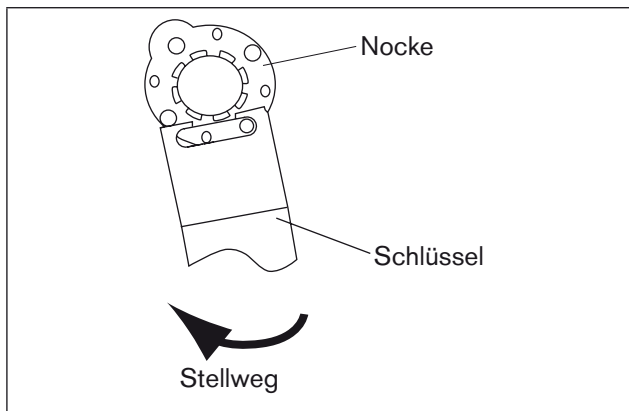
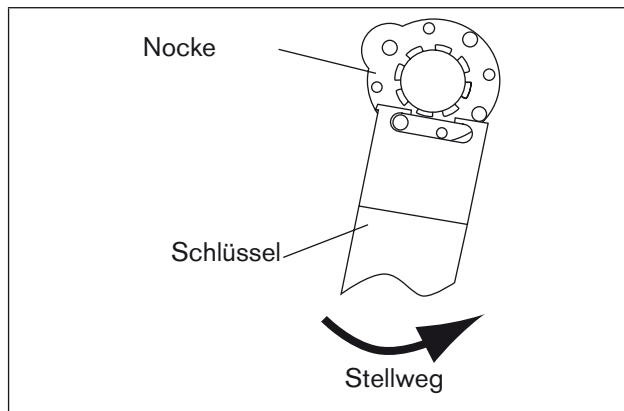

Bild 13: Endschaltereinstellung im Uhrzeigersinn
Bild 14: Endschaltereinstellung gegen den Uhrzeigersinn
- Die beiden oberen Nocken mit Hilfe eines geeigneten Schlüssels einstellen (siehe Bild 13: Endschaltereinstellung im Uhrzeigersinn und Bild 14: Endschaltereinstellung gegen den Uhrzeigersinn).